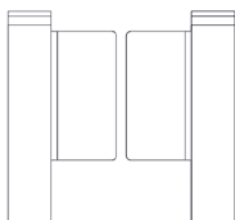

Figure 1.3
- Porte battante à un seul passage : configuration composée de deux vantaux battants à mécanisme unique (voir figure 1.3).